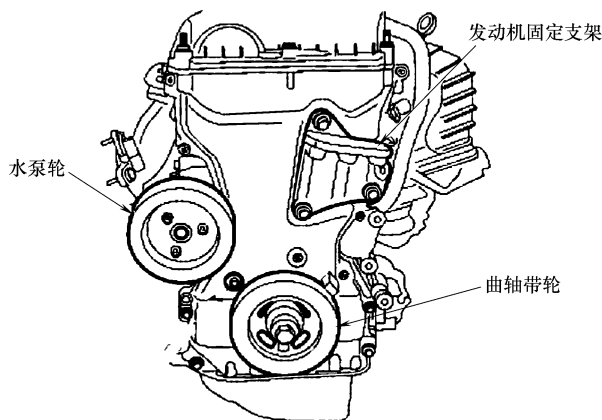

图 19-14 曲轴带轮、水泵轮和发动机固定支架识别
- 18) 拆下曲轴带轮（图 19-14）。
- 20) 拆下水泵轮（图 19-14）。
- 21) 拆下发动机固定支架（图 19-14）螺栓。